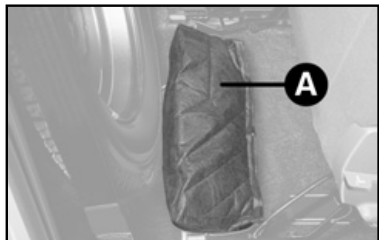
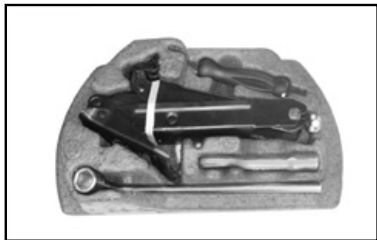

fig.4
fig. 14
- Levantar o banco do passageiro e soltar a bolsa de ferramentas, fixada ao assoalho por meio de velcro **A-fig. 4**, retirando o macaco e a bolsa de ferramentas.
13) colocar o macaco e as ferramentas utilizados no suporte das ferramentas no local apropriado, de modo a evitar vibrações, ou que se solte durante a marcha **fig. 4** (Strada) ou **fig. 14** (Palio e Siena);